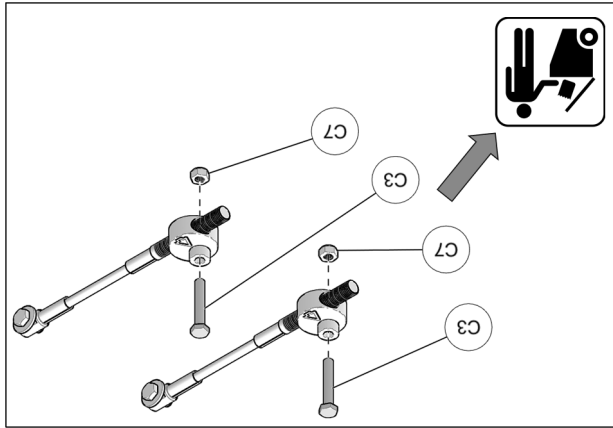

Fig. 21
11. Jeter les boulons (C3) et les écrous (C7) inclus dans les ensembles de câbles-limiteur de conduite. Ils ne seront pas installés sur ce modèle de véhicule. Fig. 21